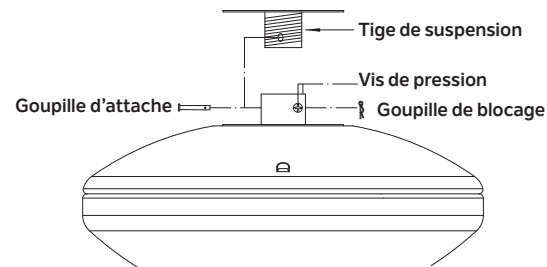

Fig. 6
Étape 4. Faites passer les fils sortant du dessus du moteur du ventilateur à travers le couvercle d'accouplement, le couvercle de montage, la monture, l'anneau décoratif, puis à travers la boule/tige de suspension. (Fig. 6)
Étape 5. Alignez les trous au bas de la tige de suspension avec les trous du collet sur le dessus du boîtier du moteur (Fig. 6). Insérez avec précaution la goupille d'attache dans les trous du collet et de la tige de suspension. Faites attention à ne pas coincer la goupille contre les fils situés à l'intérieur de la tige de suspension. Insérez la goupille de blocage dans le trou près de l'extrémité de la goupille d'attache, jusqu'à ce qu'elle s'enclenche en place, tel qu'indiqué dans le médaillon circulaire de la Fig. 6.
Étape 6. Serrez fermement les deux vis de pression situées sur le dessus du moteur du ventilateur. (Fig. 6)